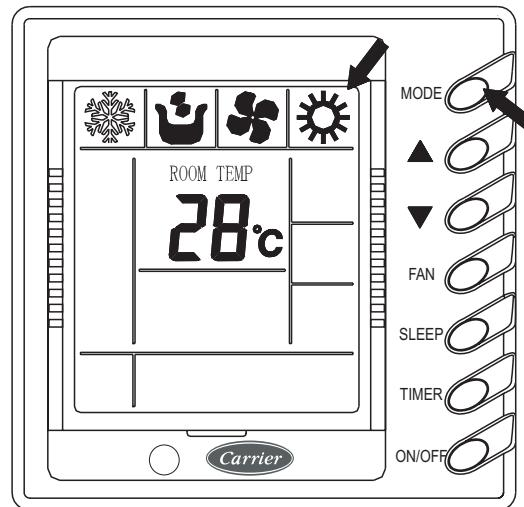

Fig. 6-VII
6. Ajuste de la Modalidad de Operación (Fig.6-VII)